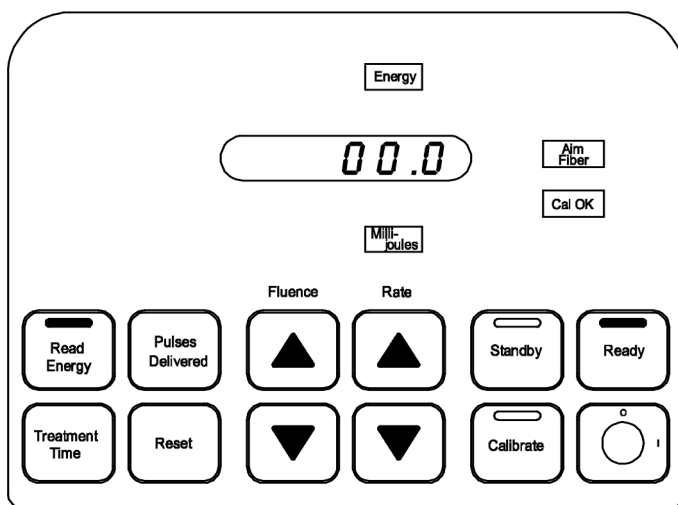

**Рисунок 11**
7. Пока эксимерная лазерная система генерирует лазерное излучение, запоминается и сохраняется суммарное время процедуры. Чтобы получить данные о длительности процедуры, прекратите генерацию лазерного излучения и нажмите кнопку **Treatment Time (Длительность процедуры)**. Загорается индикатор **Min/Sec**, а суммарные данные длительности процедуры отображаются в окне дисплея. (Рисунок 11)